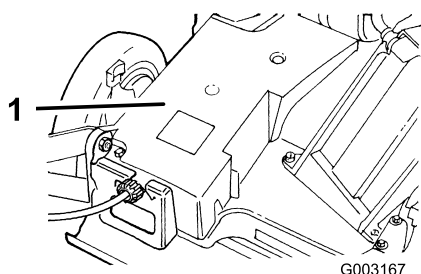

Figura 37
2. Retire los pernos que fijan la cubierta de la correa (Figura 37) a la carcasa del cortacésped.